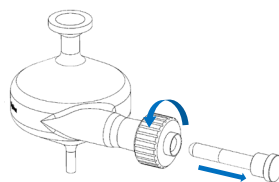

图 1.取下密封塞
- 8 轻轻逆时针旋转扭矩控制雾化器适配器，以取下密封塞（图 1）。